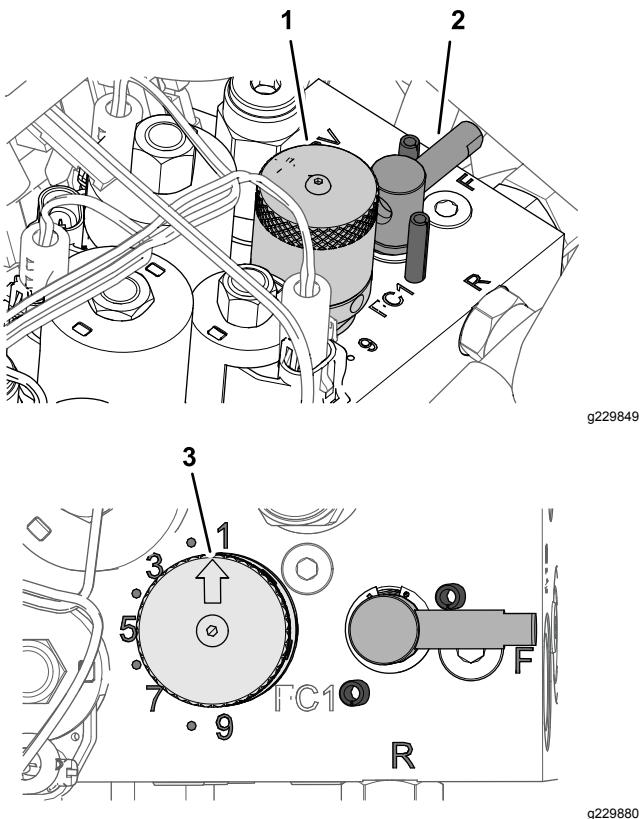

Figura 53
5. Ajuste la velocidad de los molinetes girando el pomo de control de velocidad de los molinetes (Figura 53) hasta que la flecha esté alineada con el número determinado en el paso 3.